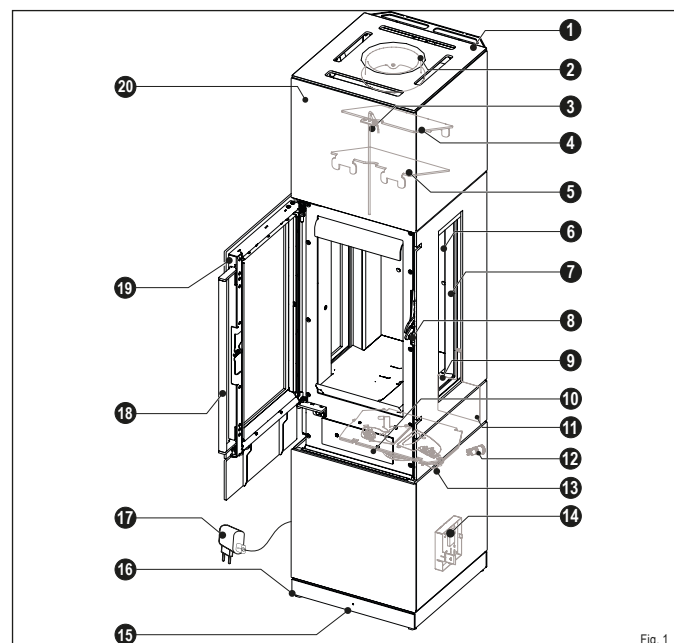

Fig. 1
- Le revêtement du foyer (Fig. 1, pos. 6) est constitué de vermiculite (minéral réfractaire).
- La porte du foyer (Fig. 1, pos. 19) du poêle est à fermeture automatique, c'est-à-dire que la porte du foyer doit être maintenue par la poignée de la porte du foyer (Fig. 1, pos. 18) lors de son ouverture (par exemple, pour ajouter du combustible).
- Lorsque la poignée de la porte du foyer est relâchée, elle tombe dans le loquet de la porte (Fig. 1, pos. 8) et ferme automatiquement le foyer de manière étanche.
- La technologie iQ (Fig. 1, pos. 3; 12-15) régule automatiquement le réglage optimal de l'air de combustion et la température du foyer afin de garantir une combustion complète et peu polluante.
- Le poêle se compose d'un corps en acier (Fig. 1, pos. 20) et, selon le modèle, peut être équipé d'un revêtement en acier, en céramique ou en pierre naturelle pour augmenter l'accumulation de chaleur.
- Le poêle peut être aligné à l'aide des pieds de réglage (Fig. 1, pos. 16) afin de compenser les irrégularités de la surface d'installation.
- Le bac à cendres (Fig. 1, pos. 10) sert de collecteur de cendres et doit être vidé régulièrement. (voir chapitre « 7.3.3 Nettoyer le bac à cendres et la grille du foyer »)
- L'interrupteur marche/arrêt (Fig. 1, pos. 12) permet de mettre en marche et d'arrêter la régulation.
- La plaque signalétique (Fig. 1, Pos. 11) se trouve à l'arrière du poêle, sur un support pivotant.
- La fiche d'alimentation et le câble USB-C (Fig. 1, point 17) permettent de connecter la technologie iQ au secteur.